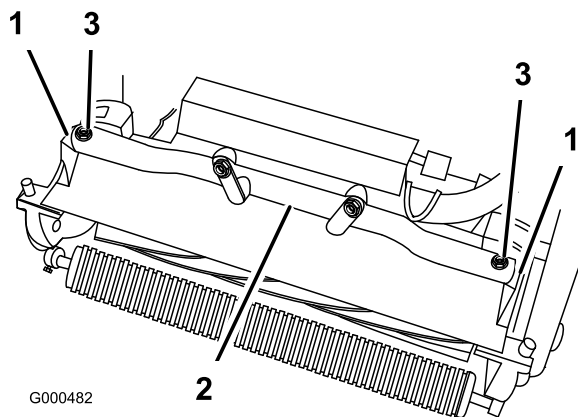

Bild 47
4. Nehmen Sie die (2) Schrauben ab, mit denen die Gelenkkarme des Mähwerks am Rahmenrohr der Zugmaschine befestigt sind (Bild 47).
5. Drehen Sie die Gelenkkarme nach vorne (Bild 47) und stellen Sie die Zugmaschine auf dem gesicherten Ständer ab.